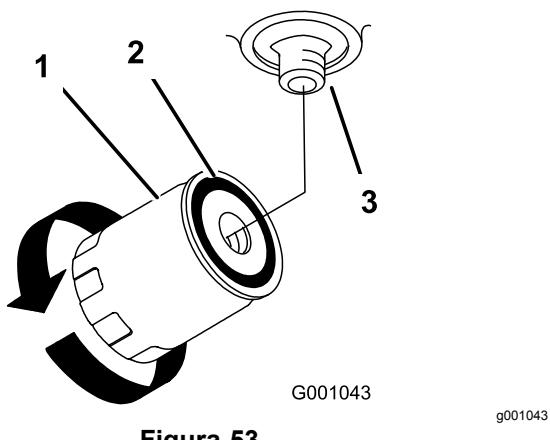

Figura 53
- Individuate il filtro sotto la base del motore e collocate una bacinella di spурго sotto il filtro (Figura 53).
- Togliete il filtro usato e tergete la superficie della guarnizione del riduttore del filtro (Figura 53).
- Quando il filtro idraulico è pieno, giratelo in senso orario finché la guarnizione di gomma non tocca l'adattatore, quindi serrate il filtro di un ulteriore 1/2 giro (Figura 53).